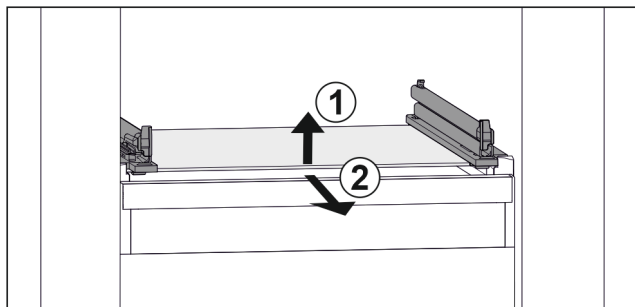

Fig. 38 Rappresentazione esemplificativa del ripiano in vetro
- Sollevare il ripiano in vetro dal davanti. Fig. 38 (1)
- Rimuovere il ripiano in vetro tirando in avanti. Fig. 38 (2)